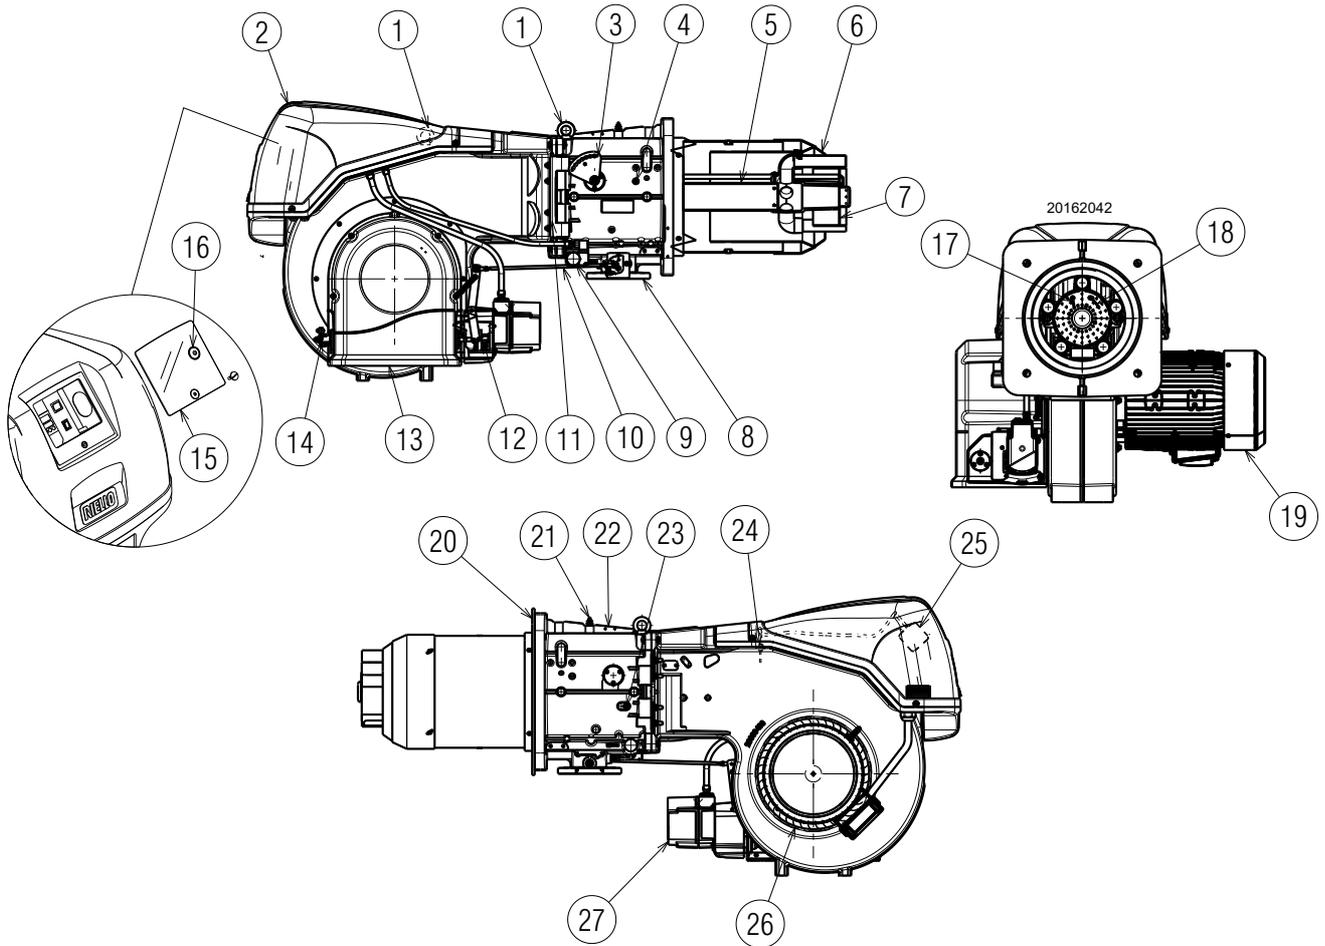

Fig. 4
- (1) Condiciones de referencia: Temperatura ambiente 20 °C - Temperatura gas 15 °C - Presión barométrica 1013 mbar - Altitud 0 m s.n.m.
(2) Presión en la toma 21)(Fig. 4 en pág. 11) con presión cero en la cámara de combustión y a la potencia máxima del quemador.
(3) Presión sonora medida en el laboratorio de combustión del fabricante, con quemador funcionando en caldera de prueba a la máxima potencia. La potencia sonora se mide con el método "Free Field", previsto por la Norma EN 15036, y según una exactitud de medida "Accuracy: Category 3", como se describe en la Norma EN ISO 3746.